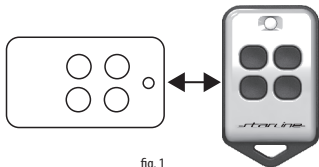

fig. 1
3. Placez la télécommande radio d'origine à copier comme indiqué sur la **Figure 1** et appuyez sur le **bouton pour transférer**, la **LED jaune** clignote rapidement, attendez que la **LED verte** s'allume pour confirmer la programmation correcte. Répétez la procédure de programmation des autres touches.